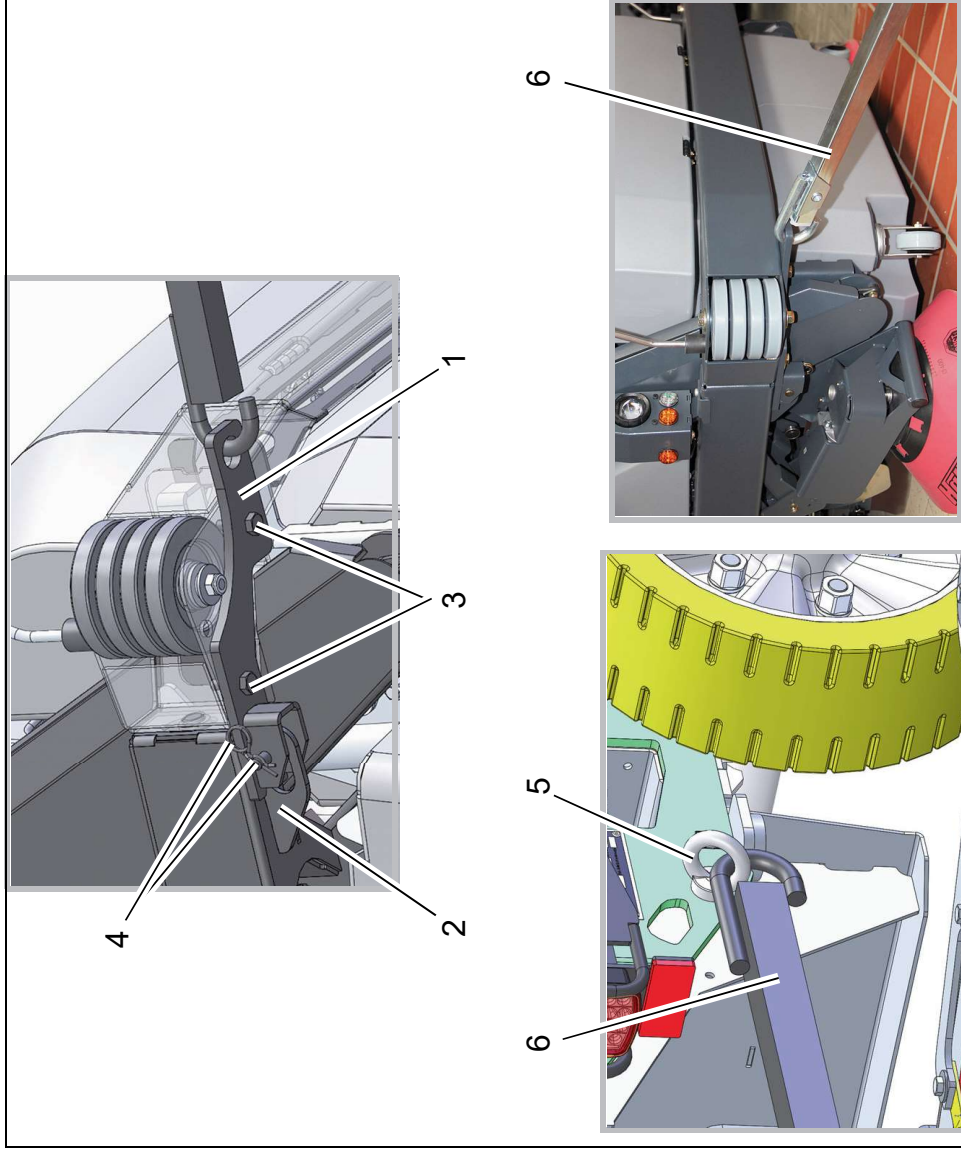

Abb. 3
1. Abschleppkupplung (Abb. 3/1) laut Abbildung über die Lasche (Abb. 3/2) unter dem Holm schieben.
2. Abschleppkupplung mit beiden Sechskantschrauben M12x35 (Abb. 3/3) befestigen und mit Bolzen und Federstecker (Abb. 3/4) sichern.
Ringschraube (Abb. 3/5) hinten auf der rechten Seite der Maschine durch die vorhandene Bohrung stecken und mit der Mutter M12 sichern.
Die Maschine kann mit einer handelsüblichen Abschleppstange (Abb. 3/6) für PKW bis 3 t abgeschleppt werden.